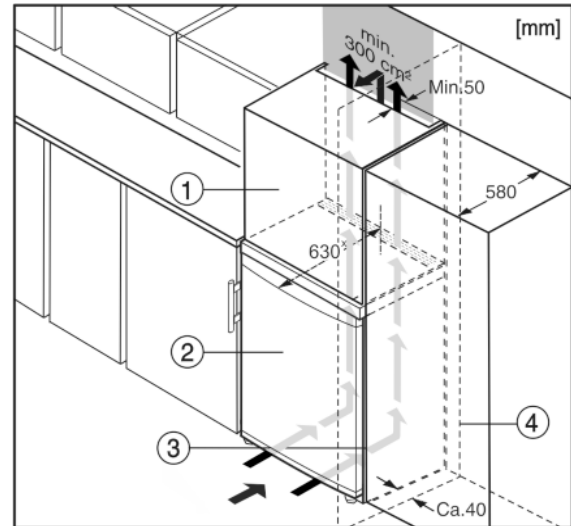

Fig. 5
A készüléket körbe lehet építeni konyhaszekrényekkel. Rá lehet szerelni egy rátétszekrényt Fig. 5 (1), hogy a készüléket Fig. 5 (2) a konyhabútorok magasságához igazítsa.
Ha a berendezést (max. 580 mm mélységű) konyhaszekrényekkel építi körül, akkor közvetlenül a konyhaszekrény Fig. 5 (3) mellett is felállíthatja. A készülék oldalirányban 34 mm x, a közepétől pedig 50 mm x távolságban nyúlik túl a konyhaszekrény előlapjához képest.
Mikor a berendezést a csuklópántokkal egy fal Fig. 5 (4) mellett állítja fel, akkor a berendezés és a fal közti távolság legalább 40 mm legyen. Ez nyitott ajtó esetén megfelel a fogantyú túlnyúlásának.